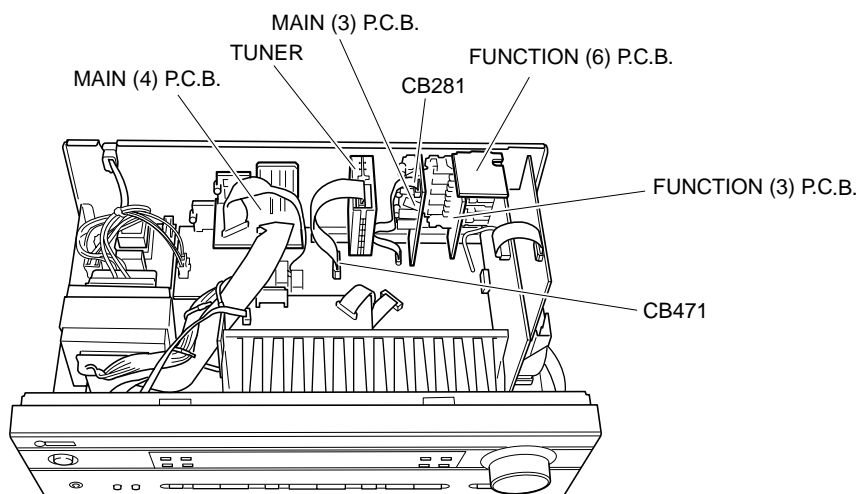

Fig. 4
4. Removal of MAIN (3), MAIN (4), FUNCTION (3), FUNCTION (6) P.C.B.s and Tuner
- Remove CB281 and CB471. (Fig. 4)
- Remove MAIN (3), MAIN (4), FUNCTION (3), FUNCTION (6) P.C.B.s. and the Tuner. (Fig. 4)
4. MAIN (3)、MAIN (4)、FUNCTION (3)、FUNCTION (6)、TUNERの外し方
- CB281、CB471を外します。(Fig. 4)
- MAIN (3)、MAIN (4)、FUNCTION (3)、FUNCTION (6)、TUNERを取り外します。(Fig. 4)